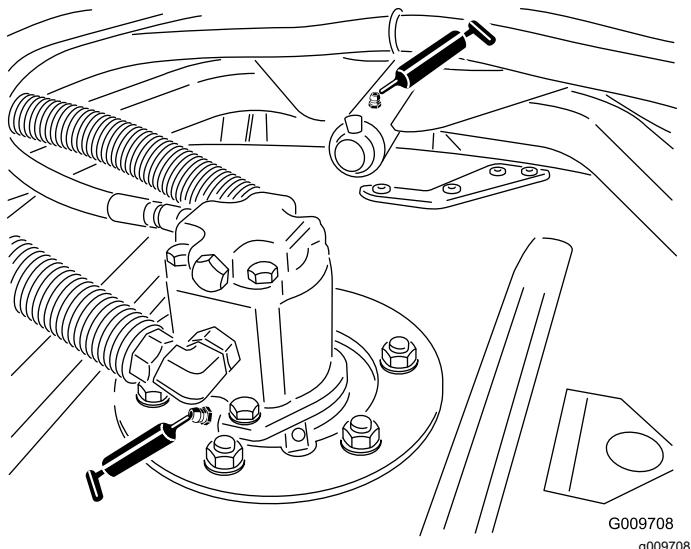

Figura 47
- Ložiska dříku vřetena žací jednotky (2 na žací jednotku), viz Figura 47.
- Pouzdra nosného ramene žací jednotky (1 na žací jednotku), viz Figura 47.